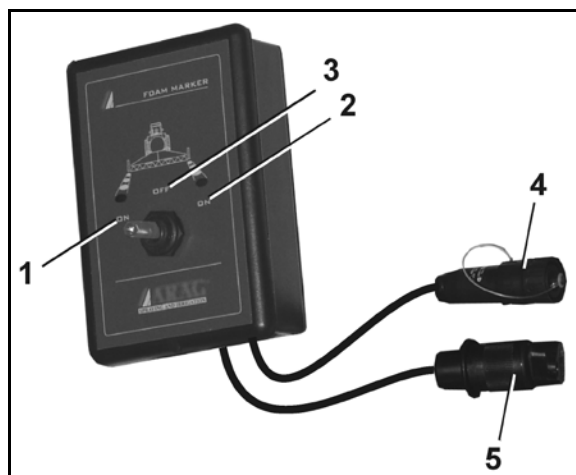

Fig. 121
- gjør det mulig å oppnå et permanent væskeomløp i sprøyteledningen når trykkomløpssystemet er tilkoblet. I den forbindelse er det montert en skylletilkoblingsslange (Fig. 121/1) på hver delbredde.
- en skylletilkoblingsslange (Fig. 121/1) per delbredde